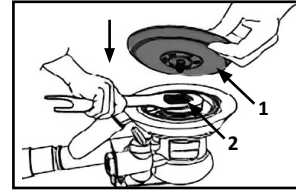

Fig. 8
3. Placez le nouveau plateau de ponçage (1) sur l'écrou (2). (Fig. 8)